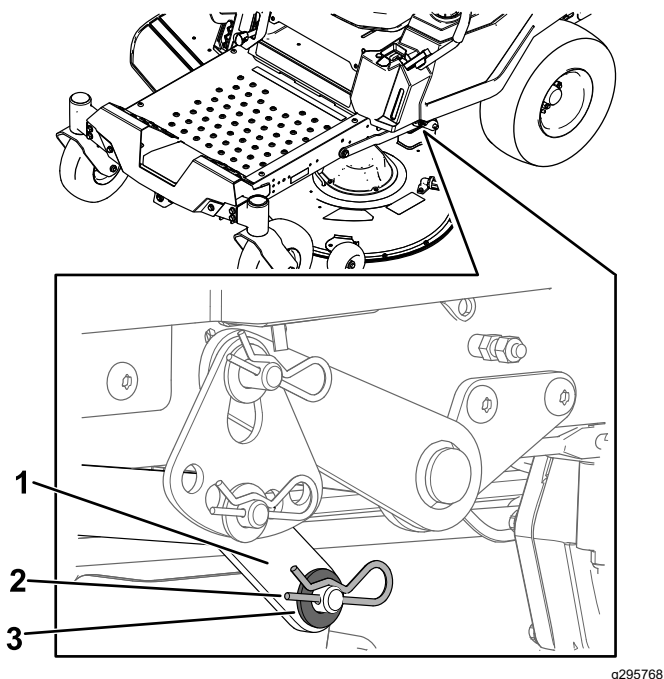

Figura 73
6. Su 1 lato della macchina, togliete la rondella e la coppiglia dal perno del piatto di taglio (Figura 73).
7. Togliete il braccio di sollevamento dal perno del piatto di taglio (Figura 73).
5. Su 1 lato della macchina, sollevate la parte posteriore del piatto di taglio e installate il braccio di sollevamento sul perno del piatto di taglio (Figura 73).
6. Installate il braccio di sollevamento utilizzando la rondella e la coppiglia (Figura 73).